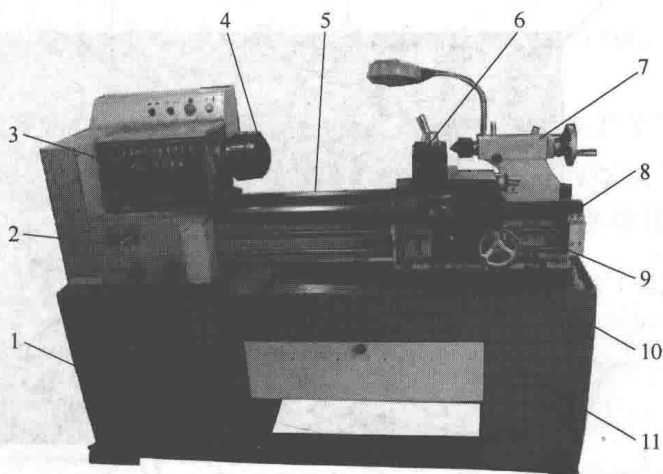
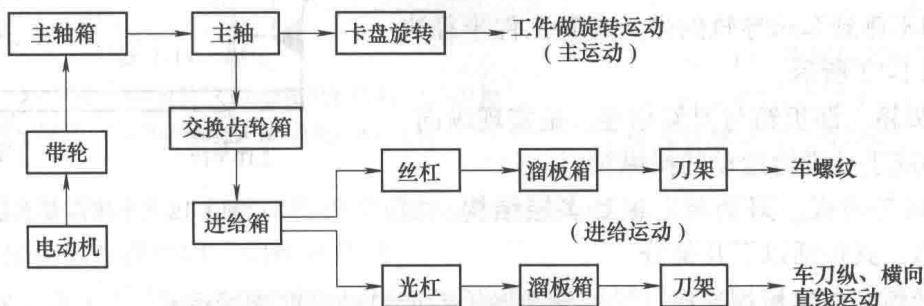

图 1-8 HG32 型卧式车床结构
图 1-9 HG32 车床传动框图
(1) 车床操纵训练之一: 认识车床的结构及传动系统 HG32 型卧式车床结构如图 1-8 所示。主要技术参数: 主轴转速范围 39 ~ 2000r/min; 最大加工直径: 320mm; 最大加工长度: 700mm。HG32 车床传动框图如图 1-9 所示。